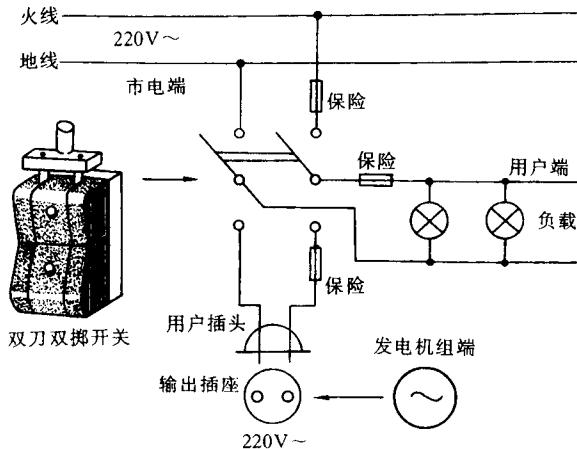

图 1-14 备用发电机组接线图
(1) 架设或放置电源线。一定要选用足够截面积的橡、塑外包皮防护的多芯软铜线，禁止在一头抽拉，两端要留有一定的余量，有插头的一端要轻拿轻放，不得乱丢，放置完后将两端固定。
(2) 装设好可靠的接地线，以保证用电安全。
(3) 发电机组如作为备用电源，则必须采取双刀双掷开关，以避免误操作及误送电造成短路事故，其接线见图1-14。
(4) 插好与发电机连接的插头并接好照明灯。